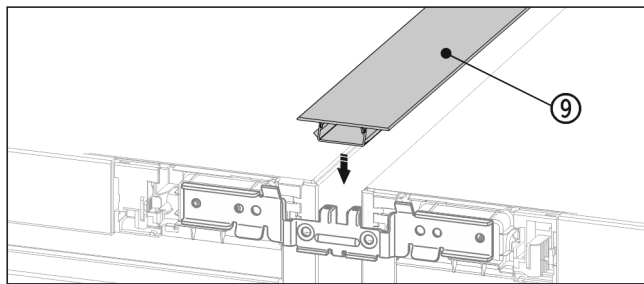

Fig. 21 *
- 在表面，将短护板条 Fig. 21 (9) 压入水平缝隙中。*